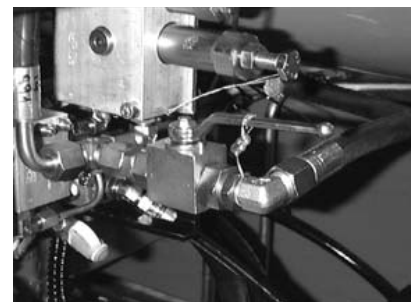

fig. 13
**EMERGENCY tap lever fig. 13.**